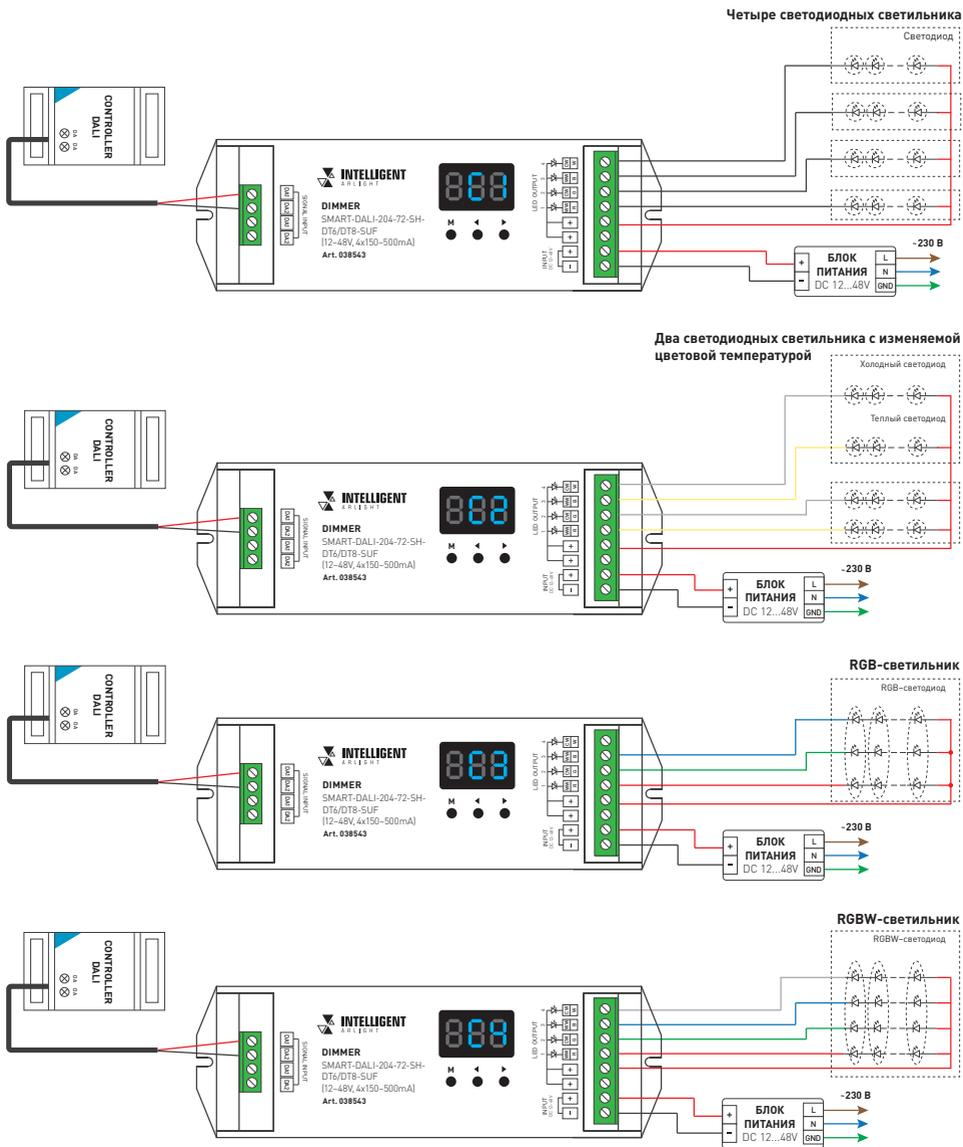

Рис. 1. Пример схемы подключения диммера к светильникам (светодиодным модулям)
- 3.3. Подключите диммер согласно схеме на рис. 1.